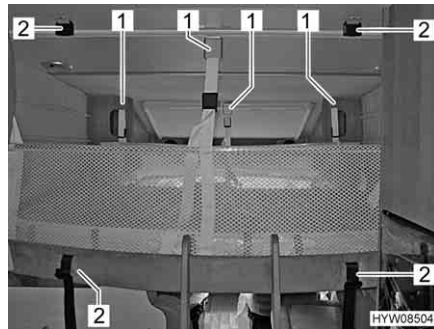

Fig. 42 Letto basculante con rete protettiva montata
- Allentare le cinture di ritegno (Fig. 42,2).
- Staccare le cinture di ritegno (Fig. 42,1) e sistemare la rete protettiva sotto il materasso.
- Assicurare il letto basculante al soffitto mediante cinture di ritegno (Fig. 42,2).
Fissaggio: ■ Agganciare le cinture di ritegno (Fig. 42,1) ai ganci del soffitto.